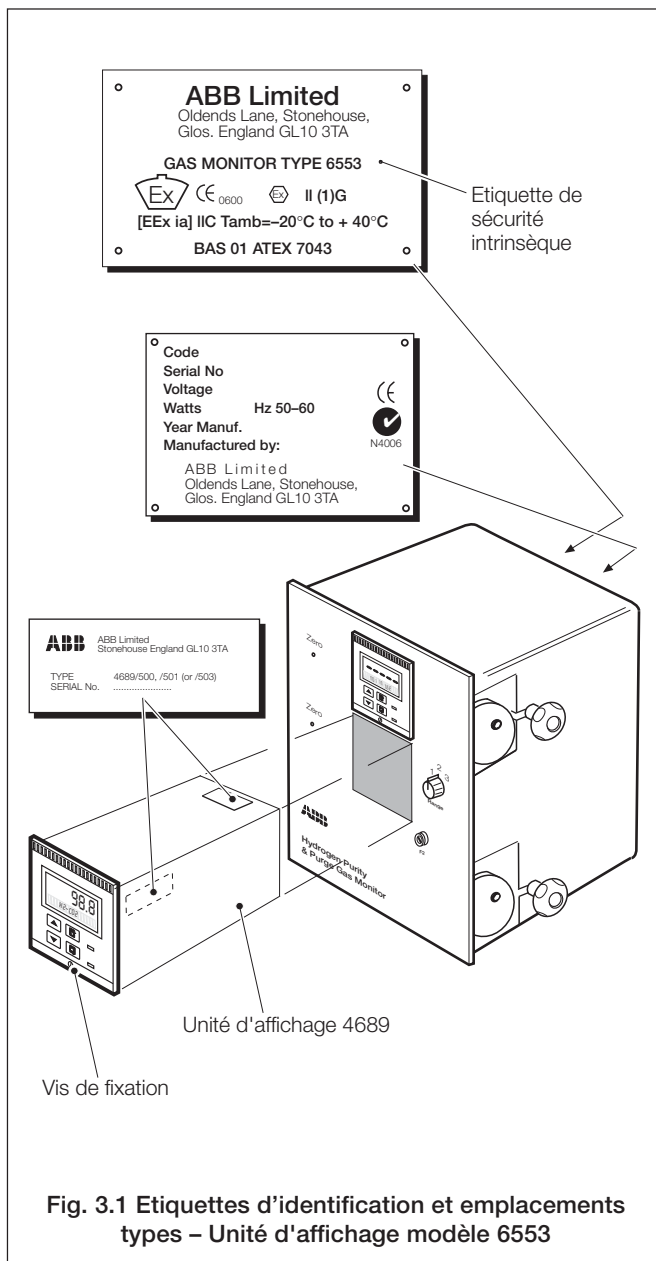

Fig. 3.1 Etiquettes d'identification et emplacements types – Unité d'affichage modèle 6553
##### 3.1.1 Unité d'affichage modèle 6553 – Fig. 3.1
Les étiquettes d'identification et de certification sont apposées à l'extérieur du boîtier de l'unité comme indiqué sur la Fig. 3.1. Utilisez le tableau des codes de commande de la section 3.1.4 pour interpréter le code des étiquettes d'identification et obtenir une description précise de l'unité d'affichage 6553.
**Remarque :** l'emplacement de l'étiquette d'identification sur l'unité d'affichage 4689 est également indiqué sur la Fig. 3.1.